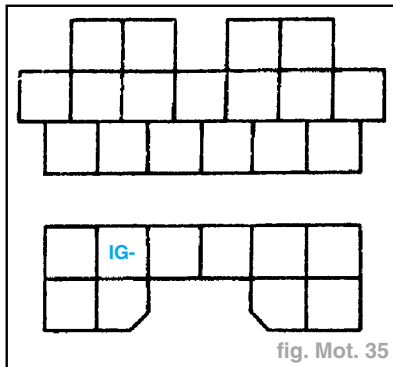

fig. Mot. 35
- Raccorder un compteur de dwell à la borne **IG-** du connecteur de liaison de données (**DLC**) (fig. Mot. 35).